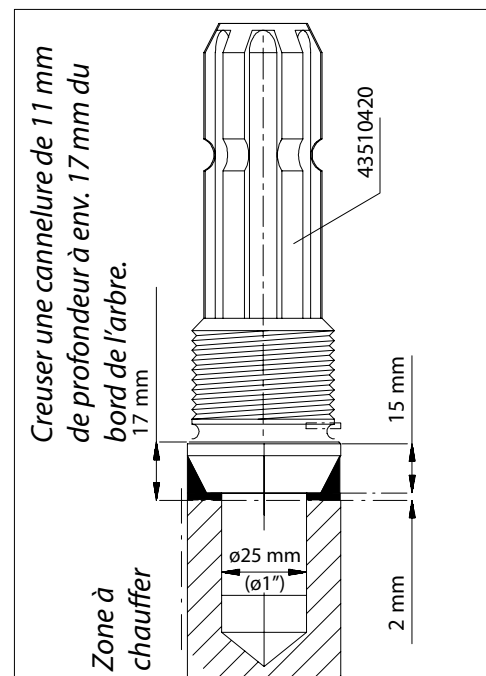

Fig. 20. Remplacement de l'arbre à nervures
4. Creuser une cannelure de 11 mm de profondeur à env. 17 mm du bord de l'arbre. Voir Fig. 20.
7. Nettoyer le trou destiné à l'arbre et monter le nouvel arbre tel qu'indiqué dans la Fig. 20.